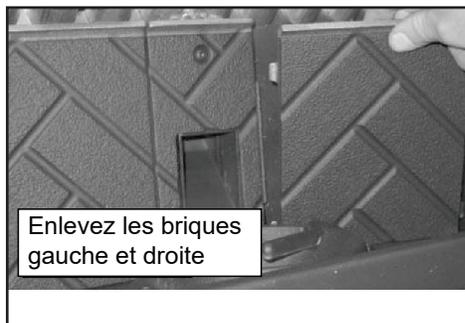

Figure 27.2
3. Vous devez enlever le déflecteur supérieur pour pouvoir enlever les briques gauche et droite. Enlevez la brique droite en la tenant par la lèvre supérieure et en la soulevant, puis repoussez le bord extérieur. Glissez la brique vers la droite jusqu'à ce qu'elle affleure la boîte à feu. Tournez le bord intérieur de la brique vers l'avant et enlevez la brique. Répétez l'opération avec la brique gauche. **Figure 27.2.**